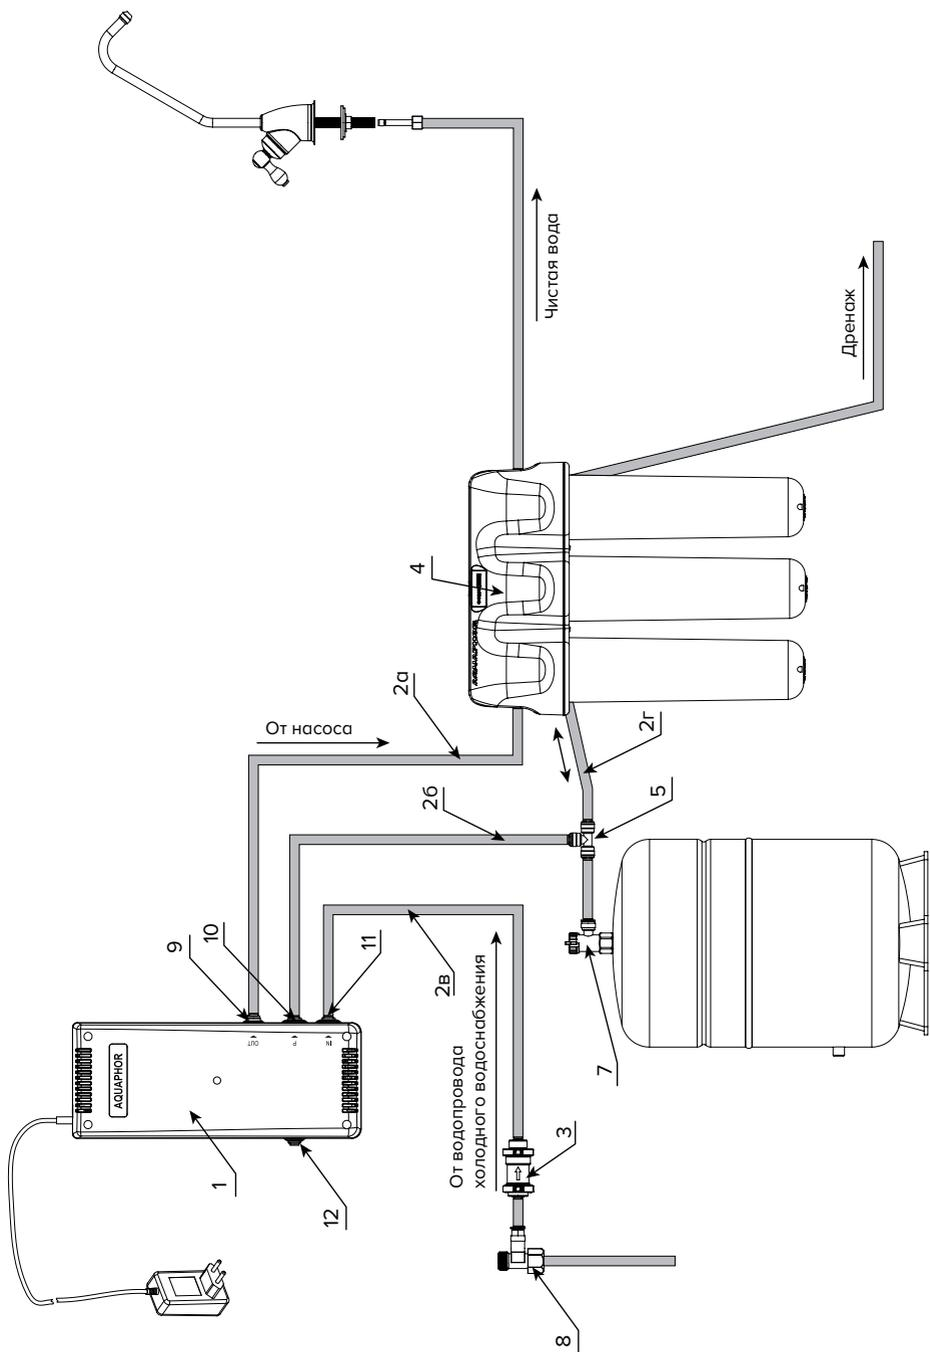

Рисунок 8. Схема подключения КПД водоочистителю Аквафор ОSMO Pro 50 (OSMO Pro 100)
ПОДКЛЮЧЕНИЕ КПД К ВОДООЧИСТИТЕЛЮ АКВАФОР OSMO Pro 50 (OSMO Pro 100) (рис. 8)
- Отсоедините трубку JG (2а) от штуцера узла подключения (8).
- Трубку JG (2а) подсоедините к штуцеру (9) КПД.
- Трубку с редуктором (3) подсоедините к штуцеру узла подключения (8). Убедитесь, что направление стрелки на корпусе редуктора соответствует показанному на рис. 8. Далее соедините редуктор со штуцером (11) КПД трубкой JG (2в).
- Отсоедините трубку (2г) от выходного штуцера крана накопительного бака (7). На ее место установите трубку с тройником из комплектации КПД (5).
- К свободным выходам тройника подсоедините трубки (2г) и (2б). Затем второй конец трубки (2б) подсоедините к штуцеру (10) КПД.